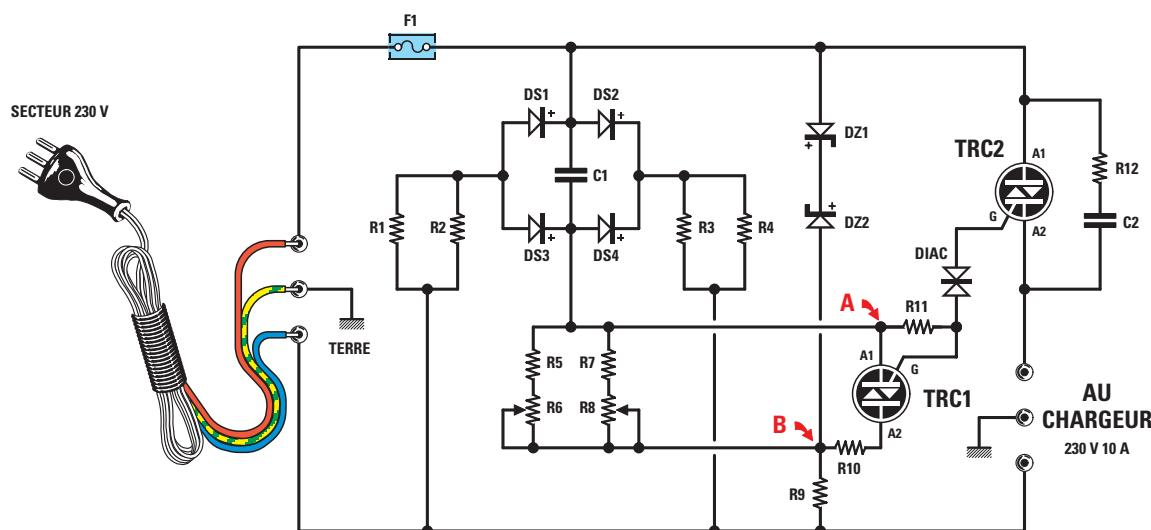

Figure 2: Schéma électrique du variateur pour charges inductives et résistives.
Si vous regardez le schéma électrique de la figure 2, vous voyez que le circuit commence par les 4 diodes DS1, DS2, DS3 et DS4. Les deux fils portant la tension du secteur 230 V, tension alternative donc, sont appliqués l'un à DS1-DS2 et l'autre aux résistan-
ces R1-R2 et R3-R4. A R1-R2 et R3-R4 sont reliées DS3-DS4 et, comme le montre la figure 2, leur jonction est reliée à l'anode 1 du triac TRC1.
- Si nous contrôlons le signal sortant de l'anode 2 de TRC1 et, plus précisément, le signal présent sur la jonction entre R9 et les deux zeners DZ1-DZ2 en opposition de polarité (voir point B du schéma électrique de la figure 2), nous trouvons des ondes carrées parfaites à l'intérieur desquelles se trouve une petite impulsion servant à exciter la gâchette de TRC2, situé sur la sortie du circuit (figures 4 et 7).